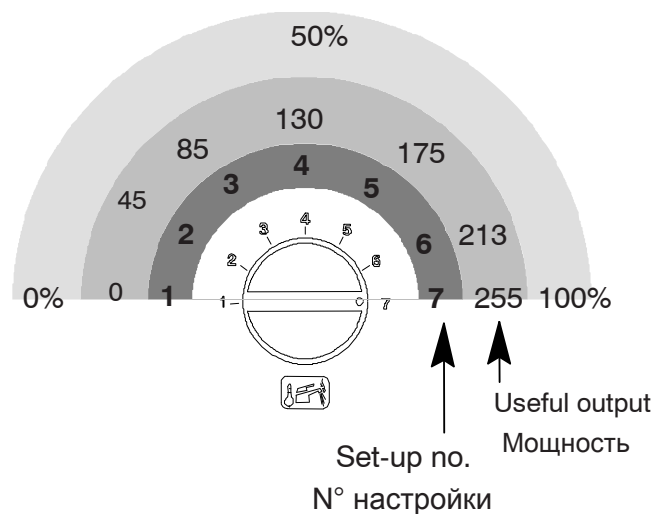
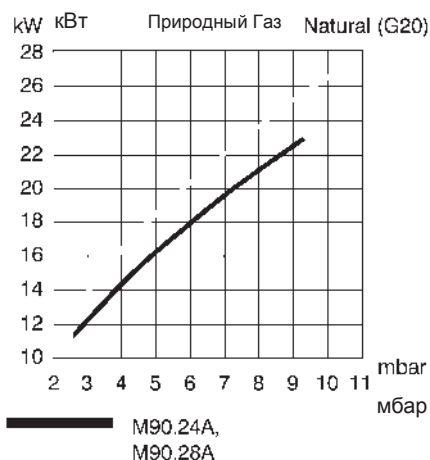
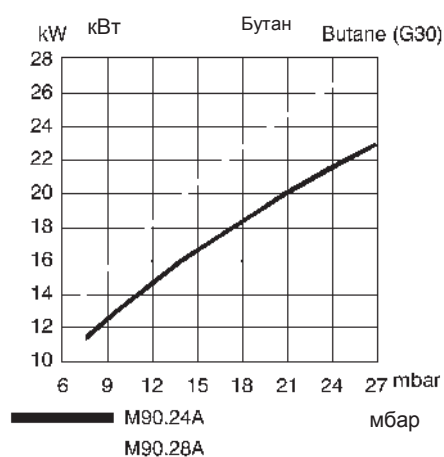

Fig. 6.11
Fig. 6.12
Fig. 6.13
- To change the set parameters, turn the sanitary temperature adjustment knob to the required position (ex.: in Fig. 6.11 the knob is set to position 7, see also the tables on the boiler handbook, chapter *Gas adjustment check and* Fig. 6.12, Fig. 6.13); blockage signal LEDs will flash quickly
- Для изменения настройки, повернуть рукоятку регулирования температуры ГВС в правильное положение (*пример:* на Fig. 6.11 рукоятка установлена на седьмую позицию, смотреть также таблицы в руководстве бойлера Глава *Проверка настройки газа* Fig. 6.12, Fig. 6.13), при этом быстро мигает сигнальная лампа блокирования.